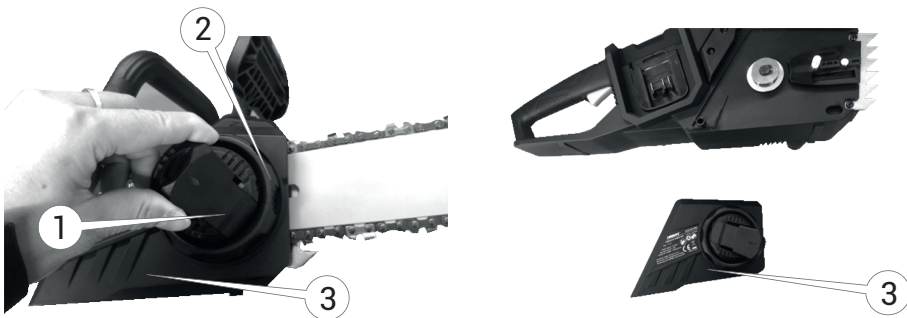

Рисунок 3. Схема зняття кришки кріплення «шини».
– підняти важіль (1, рис. 3) безключової гайки (2, рис. 3) кришки (3, рис. 3) кріплення «шини»;
– відкрутити важіль (1, рис. 3), проти годинникової стрілки до зняття кришки (3, рис. 3) кріплення «шини»;;
– зняти кришку (3, рис. 3) кріплення «шини»;
– встановити кришку (3, рис. 3) кріплення «шини». Закрутити важіль (1, рис. 3) безключової гайки (2, рис. 3) кріплення кришки напрямної, не затакуючи його до упору;